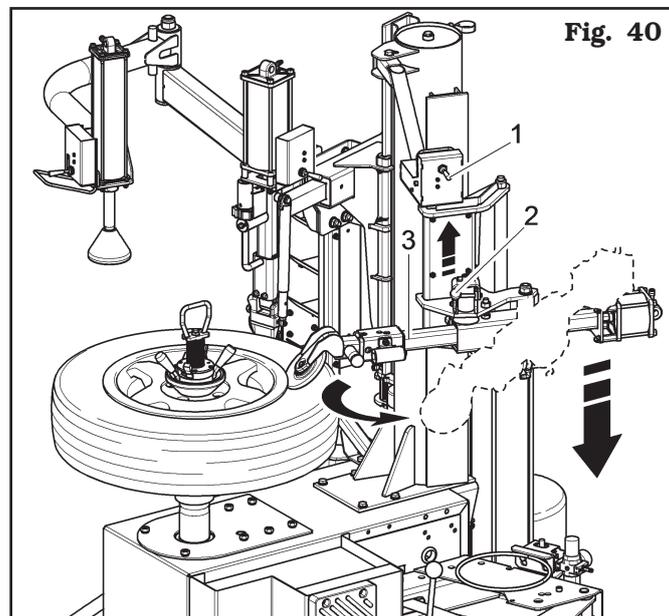

Fig. 40
4. terminata la stallonatura della parte superiore dello pneumatico, disimpegnare dal cerchio il rullo stallonatore sollevando la leva (**Fig. 40 rif. 1**) verso l'alto. Premere la leva (**Fig. 40 rif. 2**) per permettere al braccio rullo stallonatore (**Fig. 40 rif. 3**) di aprirsi verso l'esterno e uscire dall'ingombro della ruota montata sul mandrino. Utilizzando nuovamente la leva (**Fig. 40 rif. 1**) portare il braccio rullo stallonatore verso il basso ad una altezza inferiore rispetto a quella dello pneumatico;
IL COMANDO (FIG. 44 RIF. 1) (PER RAGIONI DI PREVENZIONE ALL'USO ERRATO DELLO SMONTAGOMME) È FUNZIONANTE SOLO SE LA TESTA UTENSILE (FIG. 44 RIF. 6) È IN POSIZIONE COMPLETAMENTE SOLLEVATA. AGIRE SULLA LEVA (FIG. 40 RIF. 7), SPOSTANOLA VERSO L'ALTO, PER PORTARE LA TESTA UTENSILE IN TALE POSIZIONE.